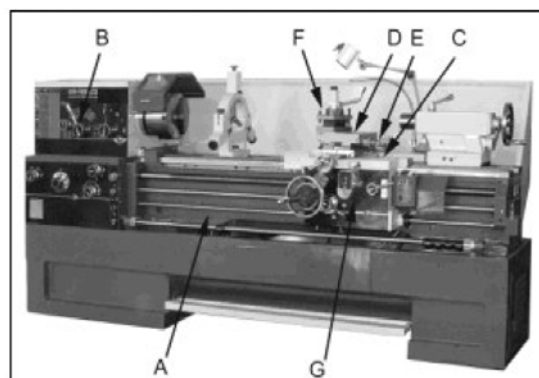

Fig. 10
**Svarvbädd.** Svarvbädden (A, fig. 10) är tillverkad av gjutjärn som ger låga vibrationer och hög styvhet. Två induktionshårdade och polerade precisions-v-gejder garanterar supporten och spindeldockan en exakt styrning. Huvudmotorn sitter i stativet under spindeldockan.
**Spindeldocka.** Spindeldockan (B, fig. 10) är gjuten av gjutjärn som ger låga vibrationer och hög precision. Den är monterad på bädden med fyra sexkantsskruvar. Spindeln är monterad på koniska precisionsrullager.
**Support.** Supporten (C, fig. 10) är gjuten av högkvalitativt gjutjärn. Tvårsliden är monterad på supporten och löper på en laxad slid som kan justeras på laskarna för att få spel. Den T-formade supporten (D, fig. 10) är monterad på tvårsliden (E, fig. 10) och kan roteras 360°. Supporten och tvårsliden löper i en laxad slid och har motkilar. På supporten sitter en fyrvägsstålhallare.
**Fyrvägsstålhallare.** Fyrvägsstålhallaren (F, fig. 10) sitter på supporten och gör det möjligt att sätta på upp till fyra verktyg samtidigt. Tänk på att använda minst två låsskruvar när skärverktyg används.
**Förkläde.** Förklädet (G, fig. 10) är monterat på supporten. Tack vare drev med kuggstång som styrs med en ratt på framsidan av förklädet kan förklädet förskjutas snabbt och enkelt.